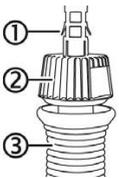

Abb. 7: Lötspitze korrekt montiert
Hinweis: Den LötKolben nur in der mittigen LötKolbenablage ablegen, nicht in den seitlichen Ablagetrichern der Lötspitzen! (Siehe Abb. 7)
- Den LötKolben im Ablageständer ablegen (siehe Abb. 7). Die Anschlussleitung des LötKolbens darf nicht unter Zug stehen.
d) Den Trockenreiniger einsetzen, Abb. 7 zeigt die Positionsempfehlung.